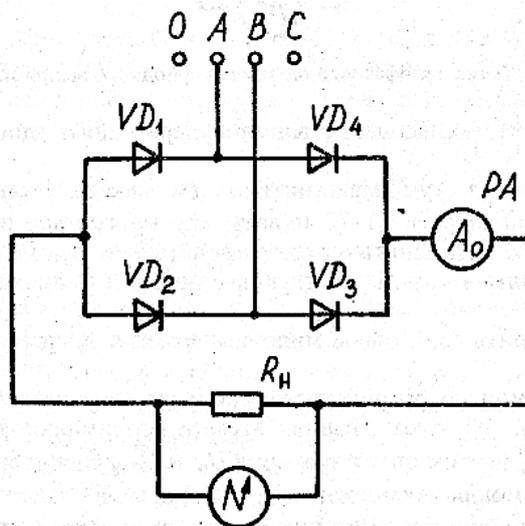

Рис. 2. Схема однофазного мостового выпрямителя
6.1. Собрать схему однофазного мостового выпрямителя и предъявить для проверки (рис. 2).